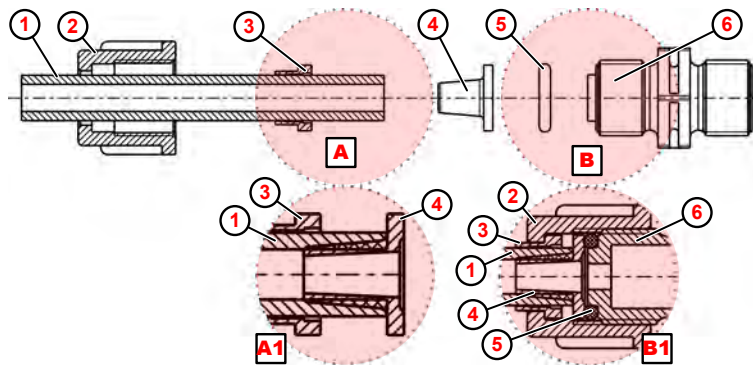

Abb. 8: Rohr- Schlauchanschluss mit Kegelteil
1. Schlauch ( Abb. 8 , ① ) gerade abschneiden.
2. Überwurfmutter ② über Schlauch ① schieben.
3. Spannteil ③ über Schlauch ① schieben.
4. Schlauch ① bis zum Anschlagbund auf Kegelteil ④ schieben (Detail Ⓐ1).
5. Spannteil ③ Richtung Kegelteil ④ schieben bis Widerstand spürbar ist.
6. O-Ring ⑤ in Nut von Saug- bzw. Druckventil ⑥ legen.
7. Überwurfmutter ② festziehen (Detail Ⓑ1).